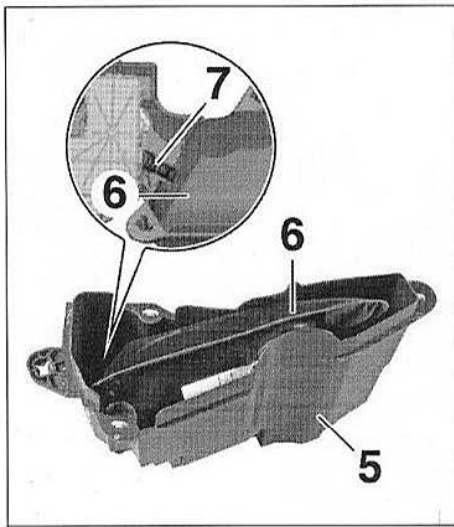

FIG.92
- Déposer le boîtier (5) avec le réservoir d'additif de carburant (6) (Fig.92).
- Débrancher le raccord (7).
- Déposer le réservoir d'additif de carburant (6).